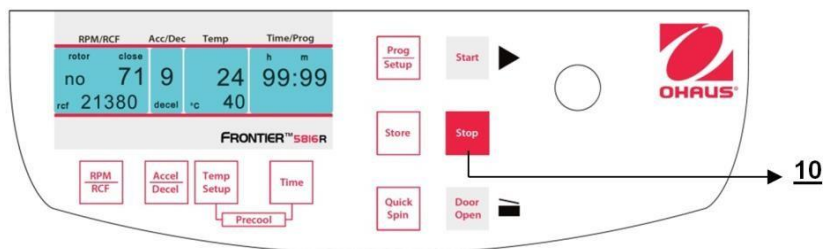

Figure. 30
Avec la touche **"Stop"** (10) (voir la figure 30), il est possible d'interrompre une centrifugation à tout moment. Après avoir appuyé sur la touche, la centrifugeuse décélère conformément à l'intensité présélectionnée jusqu'à son arrêt complet.